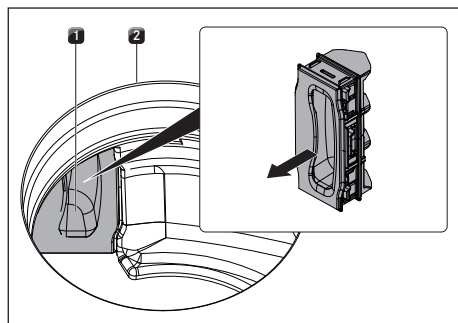

Fig. 8.4 Retrait du clapet de changement de filtre
- ▶ À l'intérieur de l'ouverture d'aspiration, retirez le clapet de changement de filtre du boîtier (Retrait du clapet de changement de filtre, voir fig. 8.4).